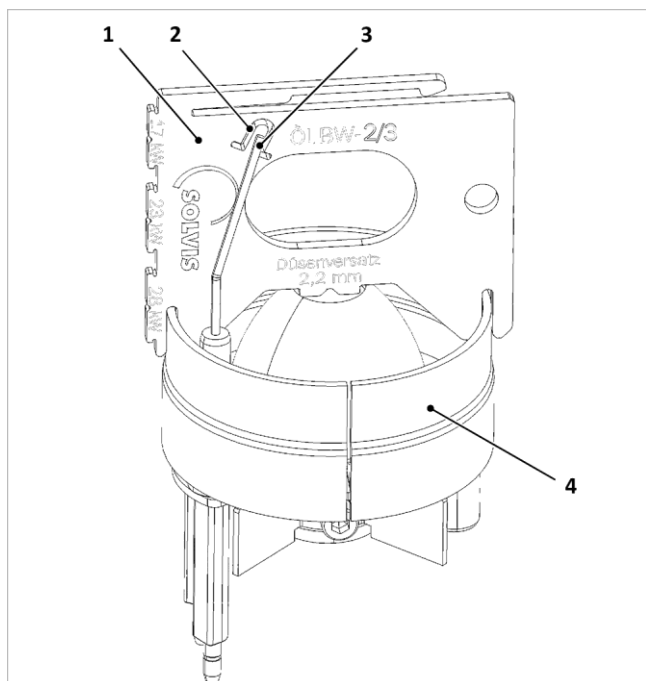

Fig. 62: Comprobación de la posición de los electrodos de encendido
4. Controle la posición de los electrodos tal y como se muestra en la → fig. 62 y, en caso necesario, corrija doblándolos con cuidado.